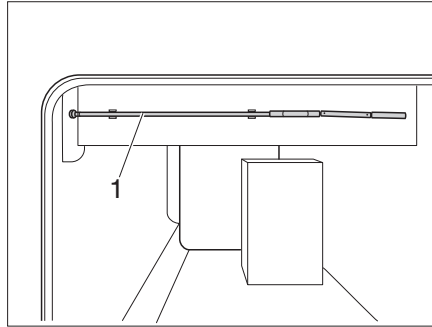

Fig. 143 Manivelle de réglage en hauteur
- Sortir la manivelle (Fig. 143,1) de son support.